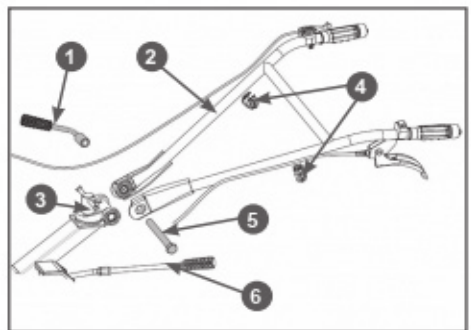

Рис. 14 Установка рабочих рукояток
8. Установите рабочие рукоятки на мотоблок. Совместите отверстия в рабочих рукоятках 2 и стойке 3 рабочих рукояток. Со стороны рычага 6 переключения передач вставьте в образовавшееся отверстие болт 5 и закрутите ручку 1 регулировки рабочих рукояток по вертикали, не затягивая её (Рис. 14). Отрегулируйте положение рабочих рукояток 2 по вертикали. Убедитесь, что головка болта 5 вошла в посадочное место на рабочих рукоятках 2, после чего окончательно затяните ручку 1 регулировки рабочих рукояток по вертикали (Рис. 14).